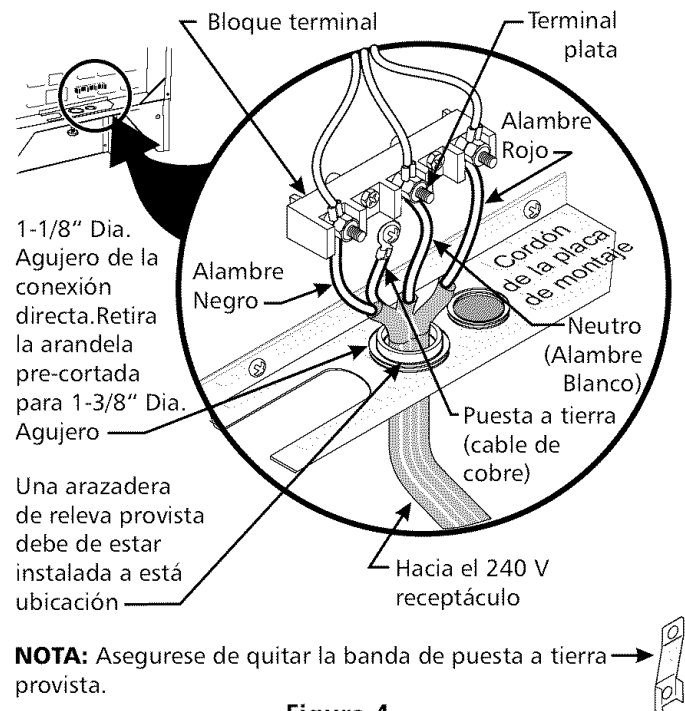

Figura 4
Para las casas sobre ruedas, las nuevas instalaciones, en los vehículos de recreación o en las áreas donde los códigos locales no permiten la conexión del conductor a tierra al neutro, un ensamblaje de suministro eléctrico de 4 conductores para estufas, clasificado a 125/250 voltios mínimo, 40 amperios mínimo, debe de ser utilizado (vea Figura 4).
4. Conecte el alambre de puesta a tierra (verde) del cordón eléctrico de cobre al marco del artefacto con el tornillo de puesta a tierra, usando el agujero en el marco donde se quitó el tornillo de puesta a tierra (vea figura 4).
6. Reponga las 3 tuercas sobre el bloque terminal (vea figura 4).
Si el aparato está conectado directamente al cortacircuito, a la caja de fusibles o a la caja de empalmes, use un cable blindado flexible o no metálico recubierto de cobre (con alambre a tierra). Provee una abrazadera releva de anclaje homologado UL a cada extremidad del cable. A la extremidad del electrodoméstico, el cable pase a través del agujero de la conexión directa (vea figura 4) en el cable de la placa de montaje. El tamaño de los alambres (**alambre de cobre solamente**) y las conexiones deben estar conforme al régimen del electrodoméstico.